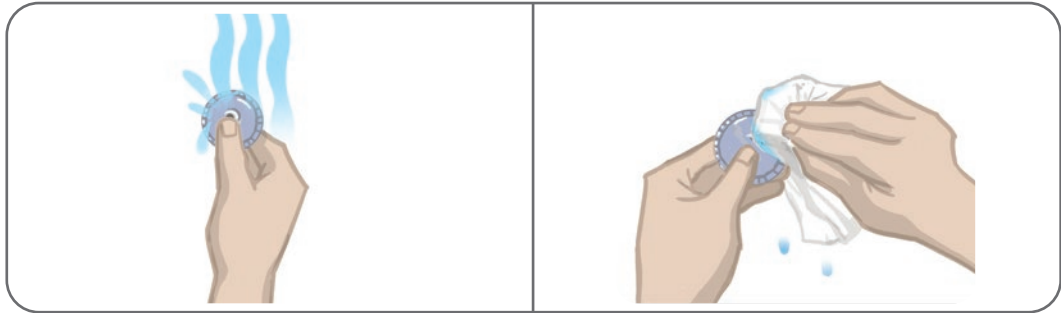

Abbildung 8-4: Befuchten und Entfernen von überschüssigem Wasser
4. Befeuchten Sie die runden Gewebeelektroden, bis sie sich mit Wasser vollgesogen haben. Siehe Abbildung 8-4.
5. Wischen oder tupfen Sie das überschüssige Wasser vorsichtig mit einem Tuch von der Rückseite der Elektroden (die Seite mit dem Druckknopf) ab. Siehe Abbildung 8-4.